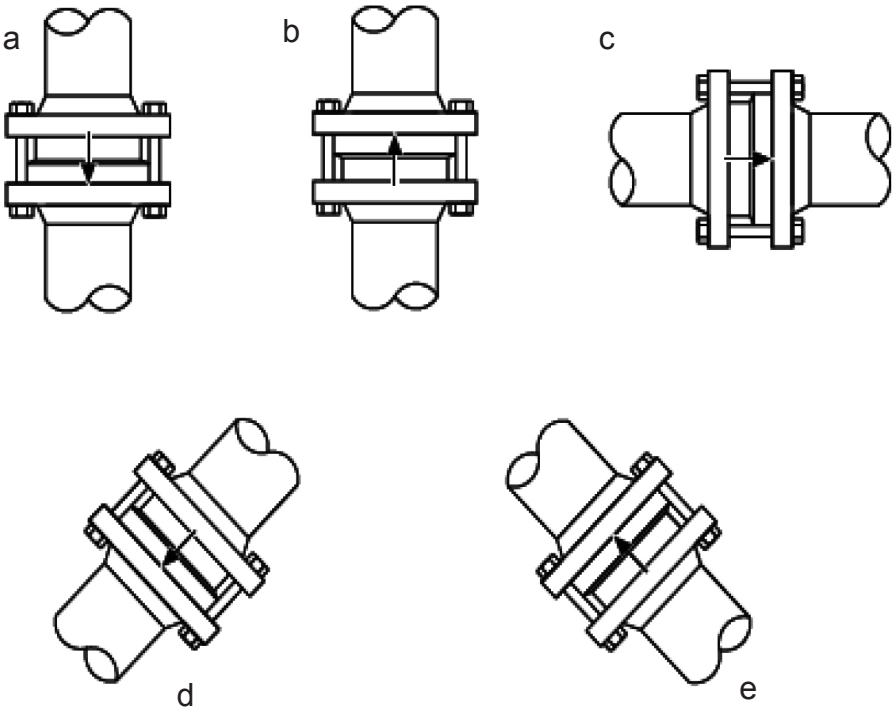

图2
- 4、CVW40SS 止回阀可安装在任何平面上（如图2）。安装时注意介质流动方向应与阀体箭头所示方向一致。